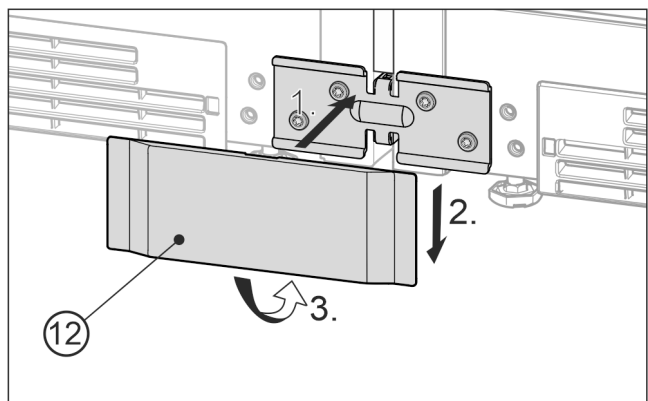

Fig. 25 Voorbeeld
- ▶ De onderste afdekking *Fig. 25 (12)* van voren op het hoekstuk plaatsen *Fig. 25 (1)*, omlaag schuiven *Fig. 25 (2)* en van onder borgen *Fig. 25 (3)*.